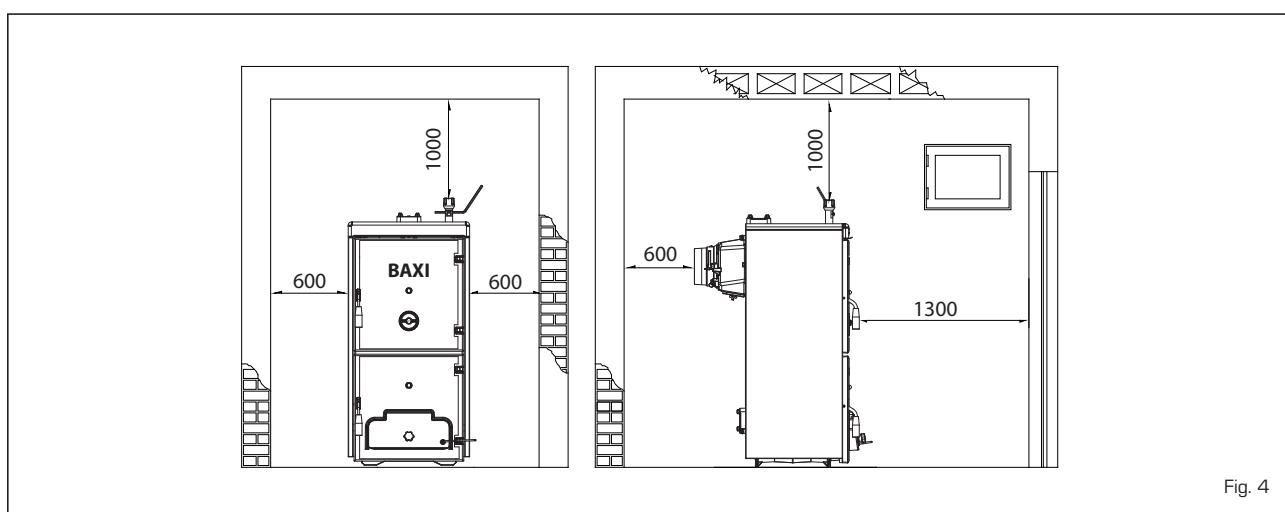

Fig. 4
4.1.1 Posizionamento in centrale termica [fig. 4]